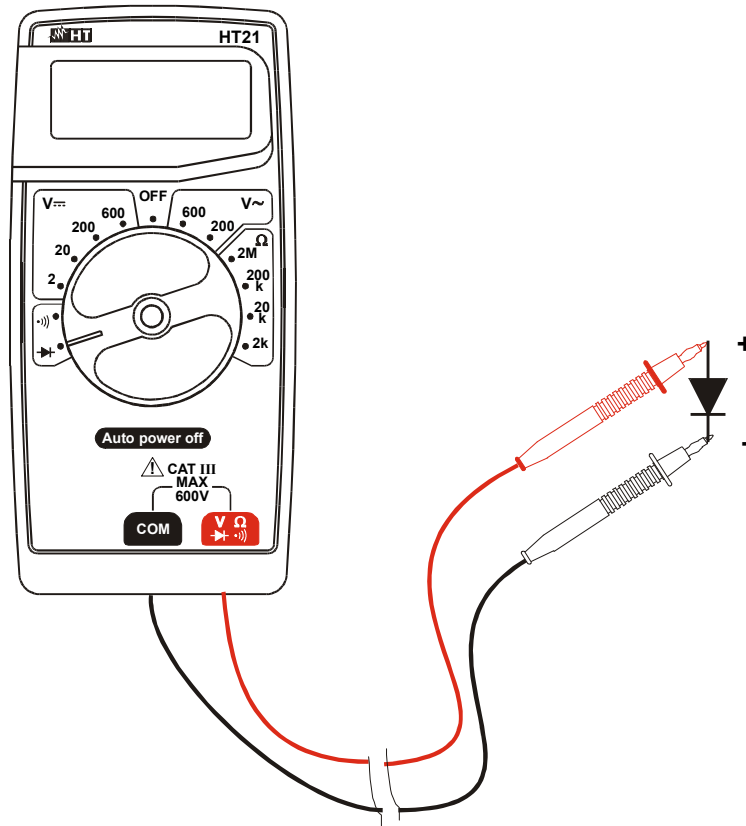

Abb. 6: Diodentest
2. Verbinden Sie die Messleitungen wie folgt: die rote Messleitung in $V\Omega \rightarrow \nabla$ und die schwarze Messleitung mit dem COM Eingang (s. Abb. 6)